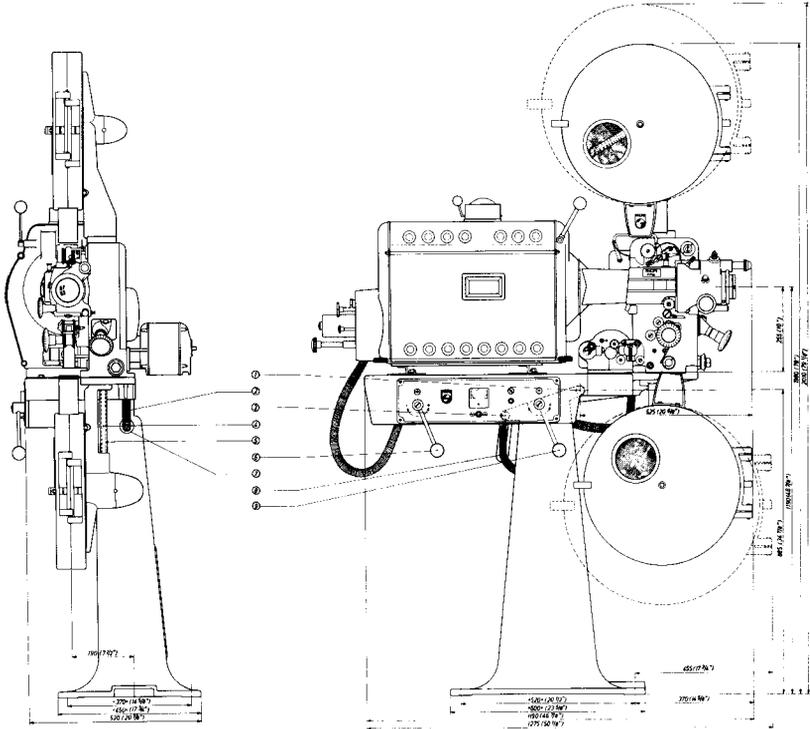

Fig. 3
### 1. Aufstellung des Fußes (Fig. 3 u. 4)
### 2. Befestigung der neigbaren Tischplatte (Fig. 3 u. 4)
#### 4. Ausrichten der Feuerschutztrommeln (Fig. 3 u. 4)
- Hebel "9" (Fig. 3 u. 4) durch den Bedienungsknopf des Anlaßwiderstandes ersetzen.